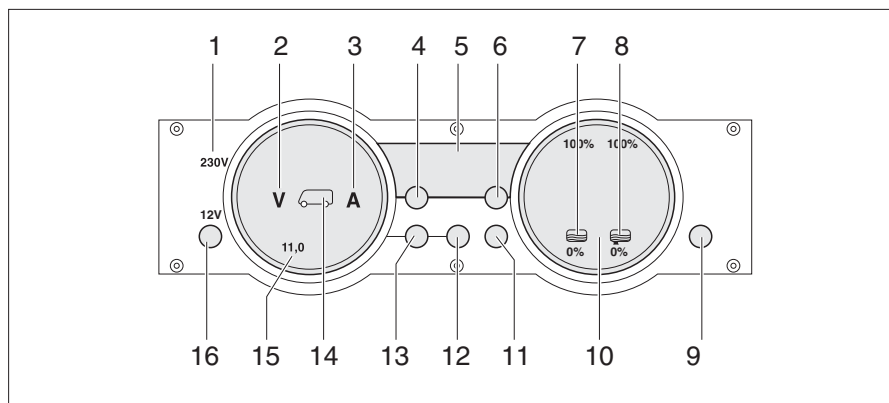

Bild 226 Panel MP 20-S
230 V-kontrollampan (Bild 226,1) lyser när nätspänningen ligger på el-blockets ingång.
Med huvudbrytaren 12 V (Bild 226,16) kopplas panelen och bodelens 12 V-försörjning till eller från.
- Tryck kort på knappen "12 V" (Bild 226,16). 12 V-försörjningen för bodelen är påslagen. Kontrolllampan "12 V" lyser.
- ▷ Efter aktivering av försörjningen: om lysdioden "11,0" för voltindikeringen samt symbolen volt "V" (Bild 226,2) på indikeringsinstrumentet för batterierna (Bild 226,15) blinkar är bodelsbatteriets spänning för låg. Ladda batteriet.
- ▷ Efter aktivering av försörjningen: om kontrolllampan "12 V", symbolen bodelsbatteri (Bild 226,14) och symbolen volt "V" (Bild 226,2) blinkar tre gånger är batterifrånkopplingen aktiverad. Avaktivera batterifrånkopplingen.
- Tryck kort på knappen "12 V" (Bild 226,16). 12 V-försörjningen för bodelen är avstängd. Kontrolllampan "12 V" slocknar.
- Tryck på knappen bodelsbatteri (Bild 226,12) och håll den intryckt i ca 10 sekunder. Symbolerna volt "V" (Bild 226,2) och ampere "A" (Bild 226,3) blinkar tre gånger. Bodelsbatteriet är frånkopplat från 12 V-nätet.
- Tryck på knappen "12 V" (Bild 226,16) och håll den intryckt i ca 5 sekunder. Symbolen volt "V" (Bild 226,2) blinkar tre gånger. Bodelsbatteriet är anslutet till 12 V-nätet. Kontrolllampan tänds efter ca 2 sekunder.
- Tryck på knappen Bodelsbatteri " (Bild 226,12). Symbolen volt "V" (Bild 226,2) lyser. Symbolen ampere "A" är vit eller röd beroende på laddning eller urladdning. Batterispänningen och strömmen för bodelsbatteriet visas via lysdioderna på indikeringsinstrumentet.
- Tryck på knappen Startbatteri " (Bild 226,13). Symbolen volt "V" (Bild 226,2) lyser. Startbatteriets spänning visas via lysdioderna på indikeringsinstrumentet.
- Tryck på knappen Tankar  (Bild 226,11). Symbolerna vattentank  (Bild 226,7) och avloppstank  (Bild 226,8) lyser. Nivån i vattentanken (vänster skala) och i avloppstanken (höger skala) visas via lysdioderna på indikeringsinstrumentet.
Symbolen volt "V" (Bild 226,2) och lysdioden "11,0" blinkar när batteriets spänning sjunker under 11 V (mätning under pågående drift) och det finns risk för en djupurladdning.